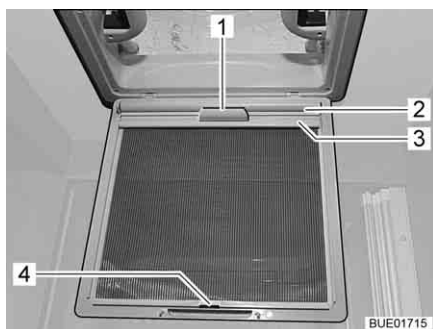

Fig. 95 Store occultant (lanterneau)
- Tirer le store occultant (Fig. 95,2) par la poignée (Fig. 95,1) et accrocher la baguette de support (Fig. 95,3) dans le crochet (Fig. 95,4) sur la moustiquaire.
- Enlever la baguette de support (Fig. 95,3) de sur le crochet (Fig. 95,4) et faire lentement redescendre le store occultant (Fig. 95,2) en le tenant par la poignée (Fig. 95,1).